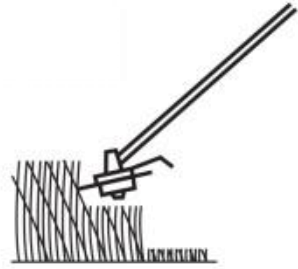

Fig. 47
- Die besten Ergebnisse erzielen Sie, wenn Sie längeres Gras schrittweise schneiden (Abb. 47).